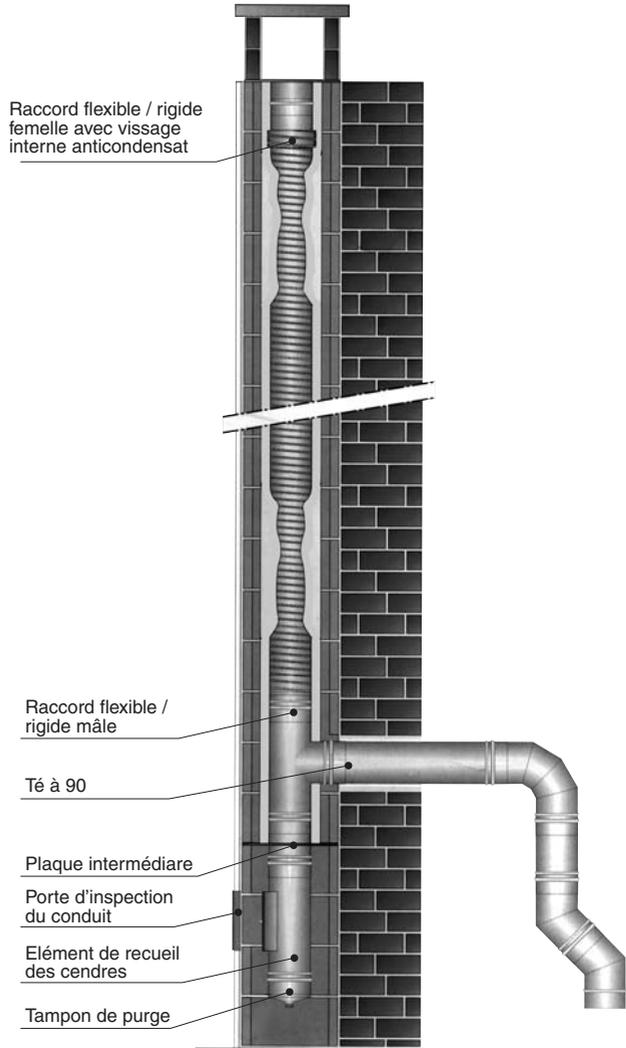

FIG. 4 Installation d'un conduit de tubage fonctionnant en dépression.
5.2 Schéma de montage pour conduits fonctionnant en pression négative (Fig. 4)